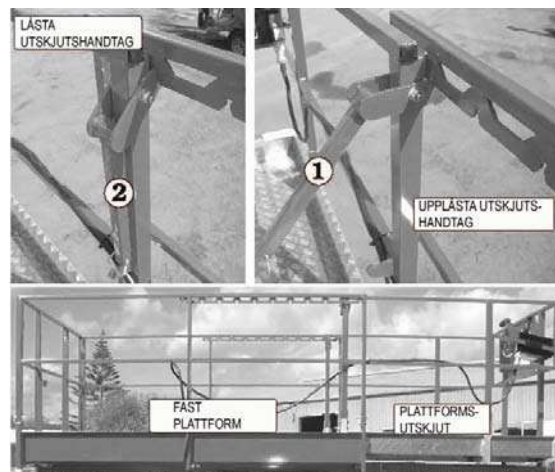

Fig. 8.21
Plattformsförlängningen (se Fig. 8.21) kan spärras i olika positioner. För att flytta den från en position till en annan, gör enligt följande:
2. Lyft handtagen för plattformsförlängningen (ett på var sida av plattformen) ① för att låsa upp (se fig. 8.21).
4. Sänk ned handtagen så att låset (2) låser i ett uttag ②, (se fig. 8.21).